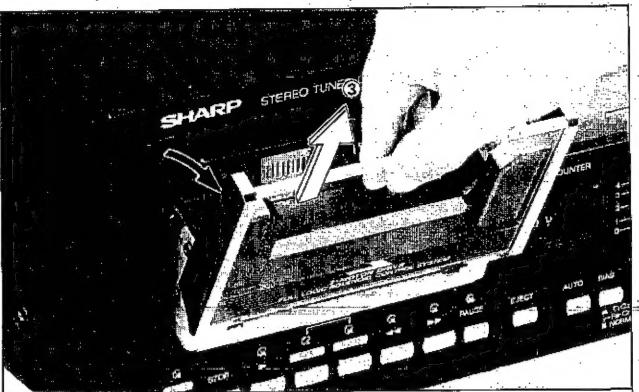

Abbildung 4-1
- ③ Das Kassettenabteil öffnen, und die Kassettenabteilklappe in Pfeilrichtung herausziehen. (Siehe Abbildung 4-1)